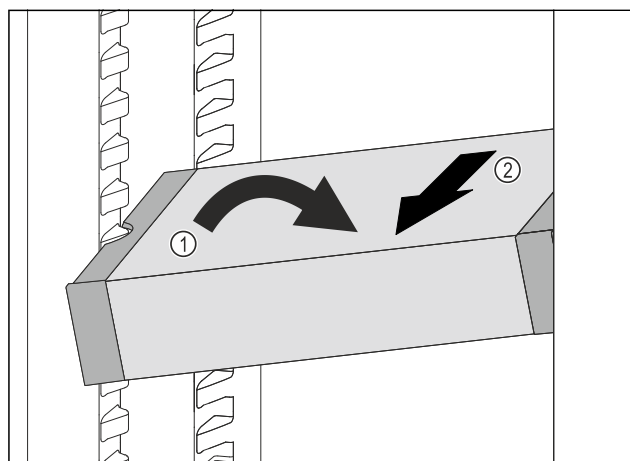

Fig. 111
- VarioSafe im Kühlteil schräg stellen. Fig. 111 (1)
- VarioSafe nach vorne entnehmen. Fig. 111 (2)